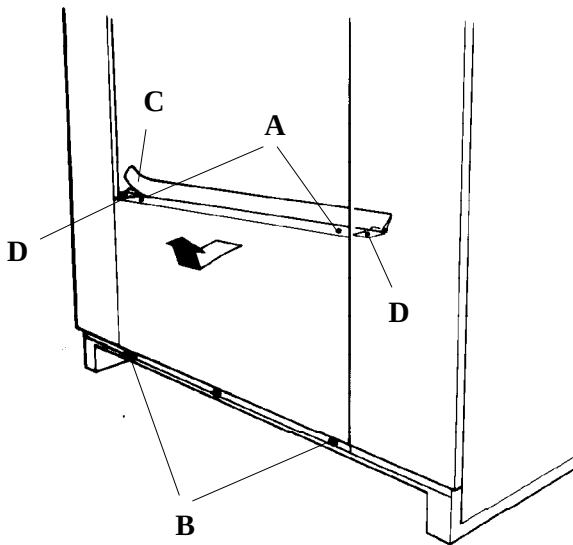

fig. 13
- Remove the screws (*fig.13/A*) holding lower front panel and loosen the three screws (*fig. 13/B*) holding the chassis base.
- Separate the rubber profile (*fig. 13/C*) at the two small side guards (*fig. 13/D*) and remove the front guard (*fig. 13*).
- Desmontar los tornillos (*fig. 13/A*) de fijación de la tapa frontal inferior y aflojar los tres tornillos (*fig. 13/B*) de fijación a la base del chasis.
- Separar el perfil de goma (*fig. 13/C*) de las dos tapetas laterales (*fig. 13/D*) y retirar la tapa frontal (*fig. 13*).
- Démonter les vis (*fig. 13/A*) de fixation du protecteur frontal inférieur et desserrer les trois vis (*fig. 13/B*) de fixation à la base du châssis.
- Séparer le profilé de caoutchouc (*fig. 13/C*) des deux carters latéraux (*fig. 13/D*) et enlever le protecteur frontal (*fig. 13*).